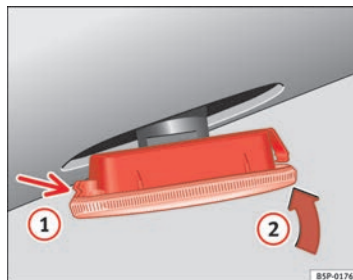

Fig. 223 Clignotant latéral
- Posez d'abord le clignotant dans le trou de la carrosserie, en emboîtant les languettes ⇒ fig. 223, flèche ①.
- Emboîtez l'ampoule comme indiqué sur la flèche ② ⇒ fig. 223. ■